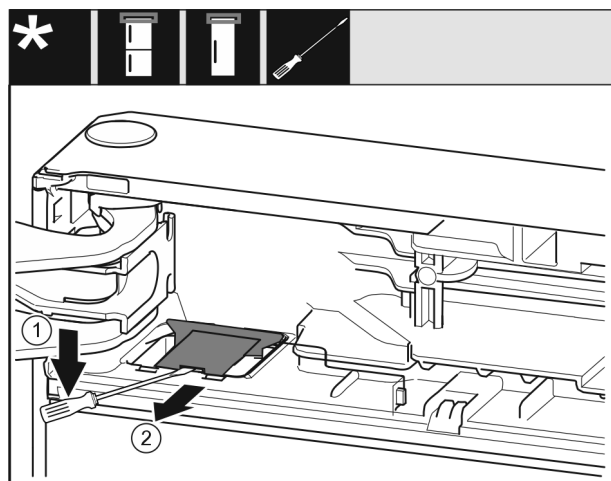

Fig. 10
- ▶ S ploščatim izvijačem snemite pokrov Fig. 10 (1).
- ▶ Odstranite pokrov Fig. 10 (2).